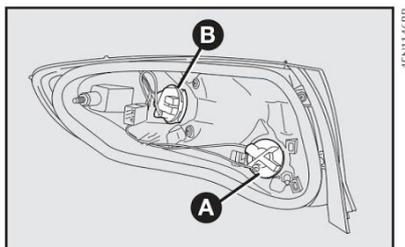

fig. 51
A-fig. 51: Luz de direção (seta) traseira.
B-fig. 51: Luz de posição traseira / luz de freio.
1) Para substituir a lâmpada da luz de direção, girar no sentido anti-horário a tampa porta-lâmpadas **A-fig. 51**, empurrar levemente a lâmpada e girá-la no sentido anti-horário. Em seguida, substituir a lâmpada e recolocar a tampa porta-lâmpada, girando-a no sentido horário.
2) Para substituir a lâmpada da luz de posição / freio, girar no sentido anti-horário a tampa porta-lâmpadas **B-fig. 51**, empurrar levemente a lâmpada e girá-la no sentido anti-horário. Em seguida, substituir a lâmpada e recolocar a tampa porta-lâmpada, girando-a no sentido horário.